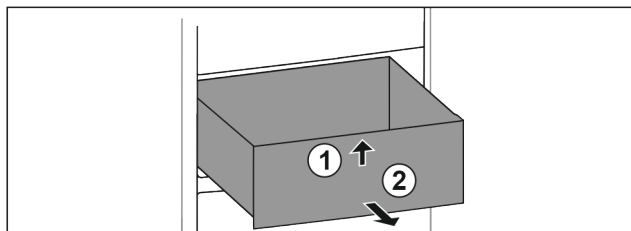

Fig. 81
- ▶ Unieść szufladę z przodu. Fig. 81 (1)
- ▶ Wyjąć szufladę do przodu. Fig. 81 (2)